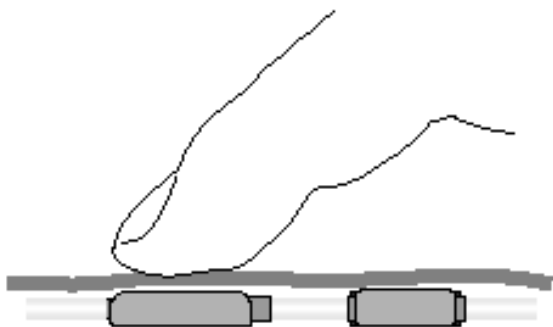

Fig. 14: Localização da válvula
1. A válvula está localizada abaixo da pele (fig. 14).